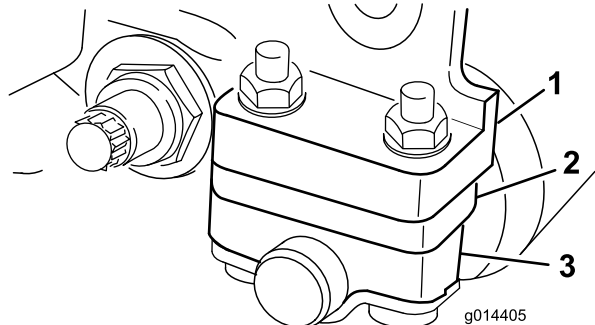

図 8
1. **刈り高さ**と**下刃の選択表** (ページ 10) に従って、サイドプレート取り付けフランジ (図 8) の下に必要な枚数のスペーサーを入れて、後部ローラブラケットを希望の刈高範囲に調整する。